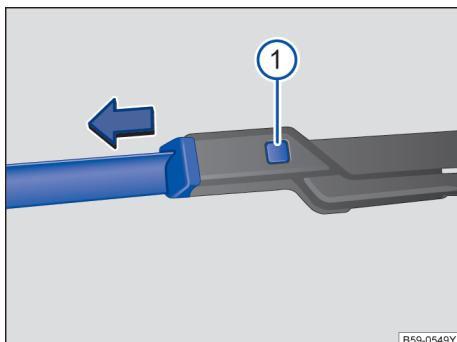

图 130 更换风窗刮水器刮水片
- 按住分离按钮→图 130 ① 同时沿图示箭头方向拉出刮水片。